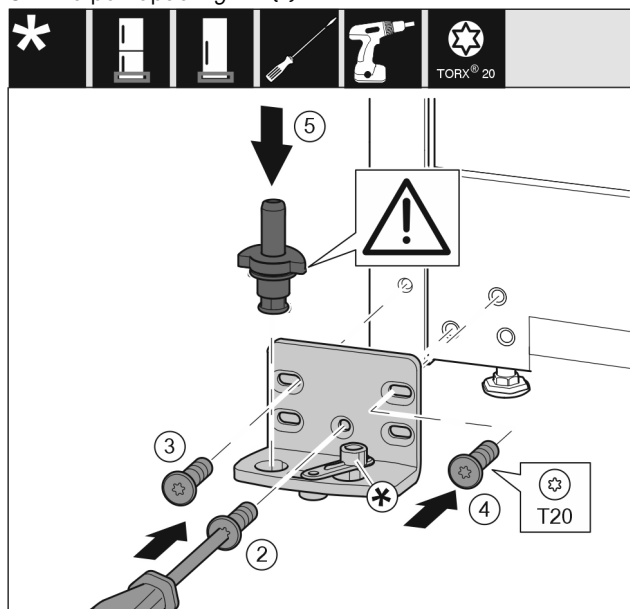

Fig. 43 *
- Postavite podložak ležaja na drugu stranu i pritegnite ga odvijačem. Započnite s vijkom Fig. 43 (2) dolje u sredini.*
- Pritegnite vijak Fig. 43 (3) i vijak Fig. 43 (4).*
- Potpuno umetnite podložak ležaja Fig. 43 (5). Pritom se pobrinite za to da je uskočna izbočina okrenuto prema natrag.*